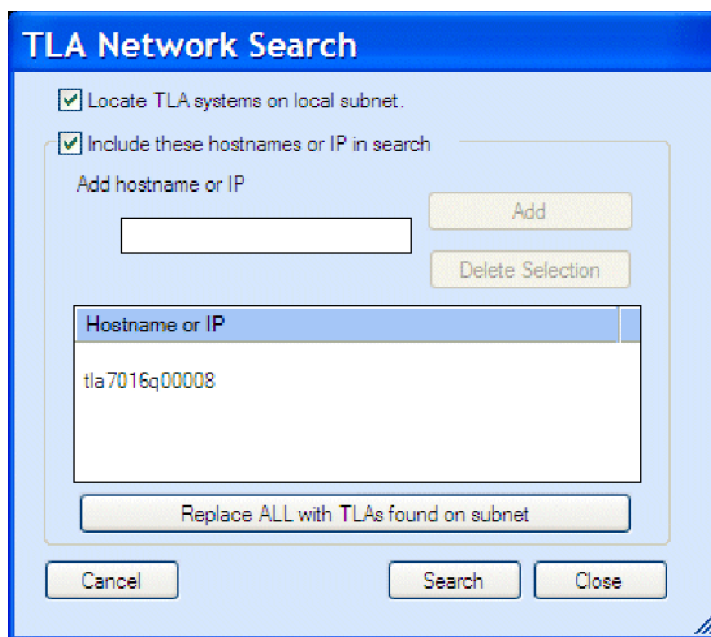

図 16: TLA Network Search ダイアログ・ボックス
- a.  (Search アイコン)をクリックし、TLA Network Search ダイアログ・ボックスを開きます。(図 16 参照)。